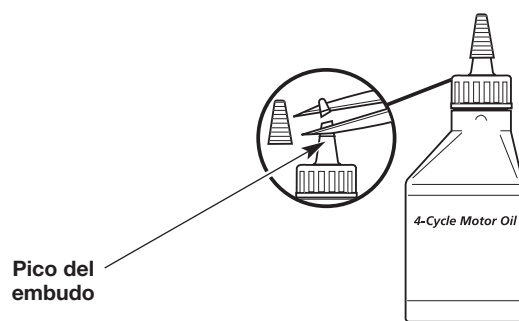

Fig. 4
2. Saque la tapa de la botella de aceite. Corte la punta del pico del embudo (Fig. 4).